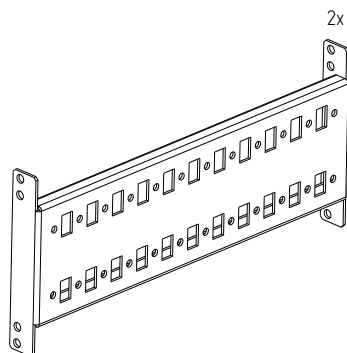

Рисунок 34
4.12.2 Проверить комплектность (рисунок 34).